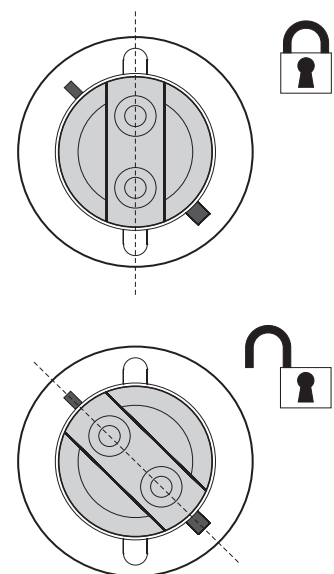

Bild 2: Entfernen / Montieren des Leuchtmittels
4. Drehen Sie das Leuchtmittel 45° gegen den Uhrzeigersinn und ziehen Sie es aus dem Gerät (siehe Bild 2).